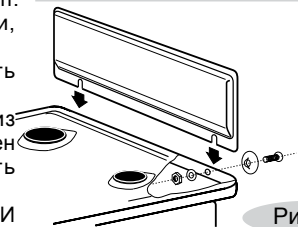

Рис.15
- Щиток (при наличии) закрепляется перед установкой плиты (рис. 15).